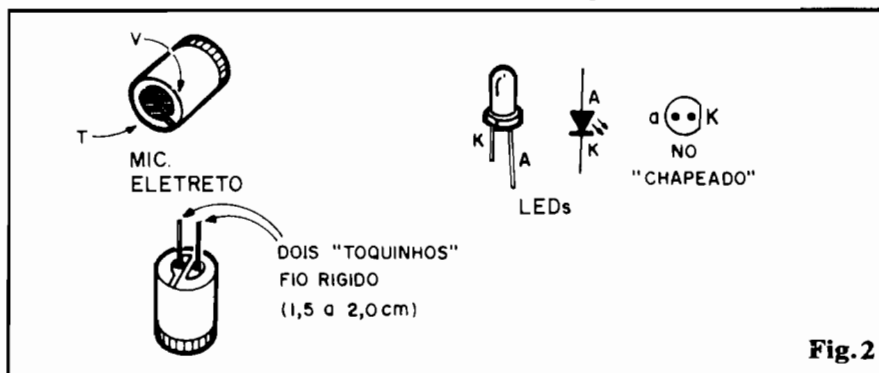

Fig. 2
- FIG. 2 - PINAGENS E REPRESENTAÇÕES DE ALGUNS
- 1 - Cápsula de microfone de eletreto, do tipo com 2 terminais (sem "rabicho", já que prolongamentos sólidos de terminais deverão ser acrescentados, conforme fig. 2)